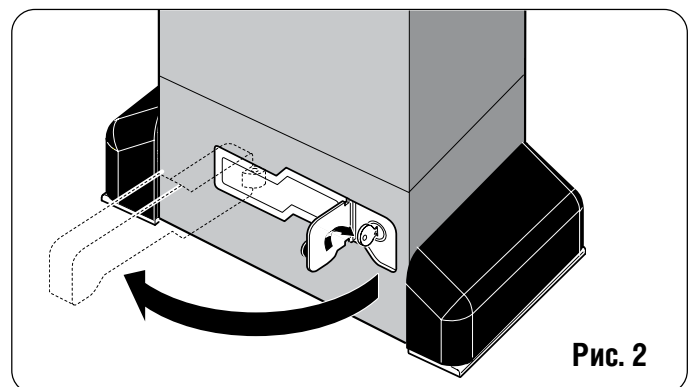

Рис. 2
- 2) Повернуть ключ по часовой стрелке и извлечь предохранительный рычаг, как показано на рис. 2.